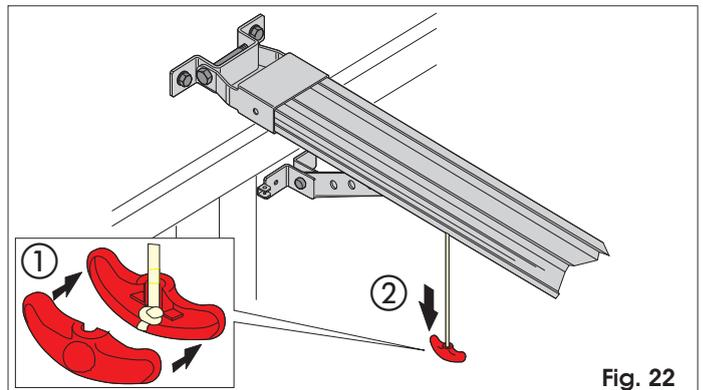

Fig. 22
- 2) Einen Knoten am Seilende schlingen und den Freigabeknauf zusammenbauen (Abb. 22).
- 3) Den Freigabeknauf nach unten ziehen und sicherstellen, dass das Tor manuell bewegt werden kann (Abb. 22).